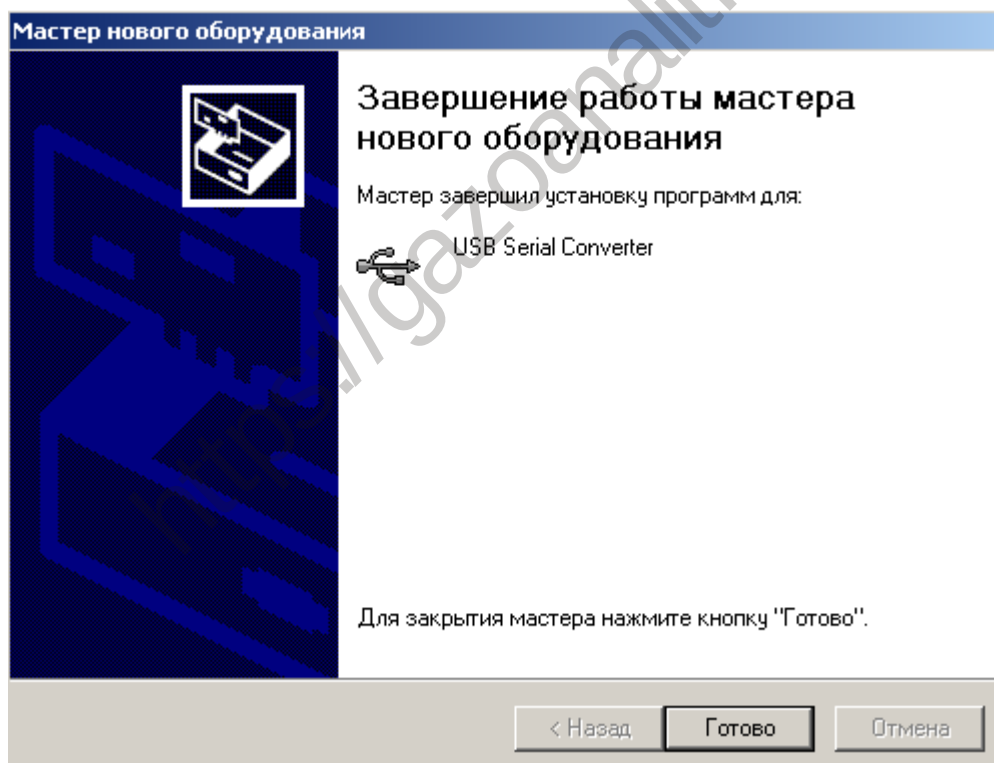

Рисунок 3.5 – Завершение работы мастера нового оборудования
5. Далее идет процесс установки, и по завершению работы «Мастера нового оборудования» необходимо нажать кнопку «готово» (см. рисунок 3.5).